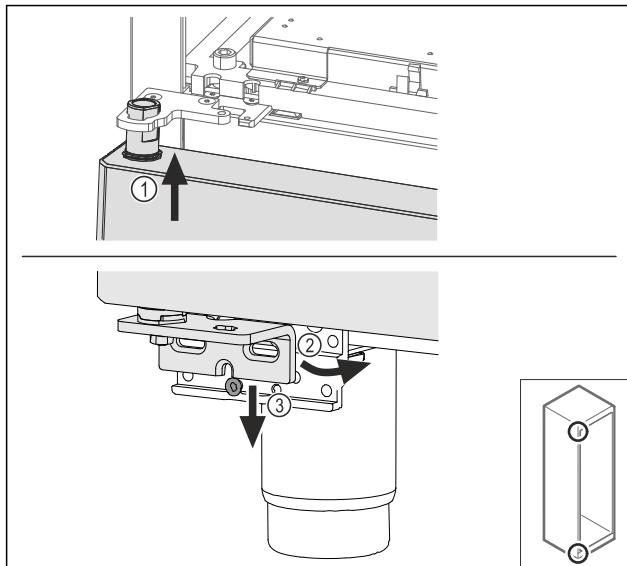

Fig. 64
- Naviňte hore zľahka naklonené dvere Fig. 64 (1), rovno vyrovnejte dvere Fig. 64 (2) a nasadte ich dole na skrutku ložiskovej konzoly Fig. 64 (3).